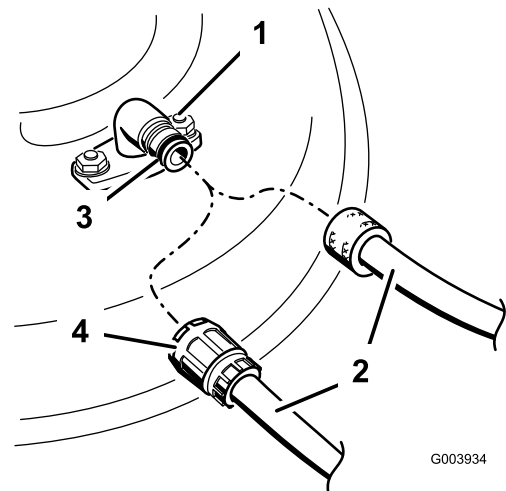

Figura 59
3. Montate il manicotto del tubo flessibile sul raccordo di lavaggio del tosaerba, quindi aprite il rubinetto per erogare un getto forte (Figura 59).